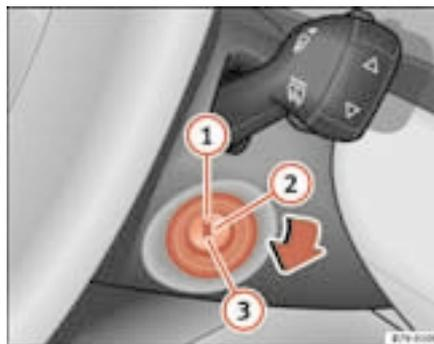

Abb. 126 Stellungen des Zündschlüssels
In der Stellung \Rightarrow Abb. 126 ① ist die Zündung ausgeschaltet und die Lenkung kann gesperrt werden.
- Drehen Sie den Zündschlüssel in Stellung ⇒ Seite 166, Abb. 126  zum Anlassen des Motors.
- Drehen Sie den Zündschlüssel in Stellung ⇒ Seite 166, Abb. 126 (2). Die Kontrollleuchte  leuchtet, solange vorgeglüht wird.
- Wenn die Kontrollleuchte nicht (mehr) leuchtet, drehen Sie den Zündschlüssel in Stellung (3) zum Anlassen des Motors – geben Sie kein Gas.
- Drehen Sie den Zündschlüssel in Stellung ⇒ Seite 166, Abb. 126 ①.